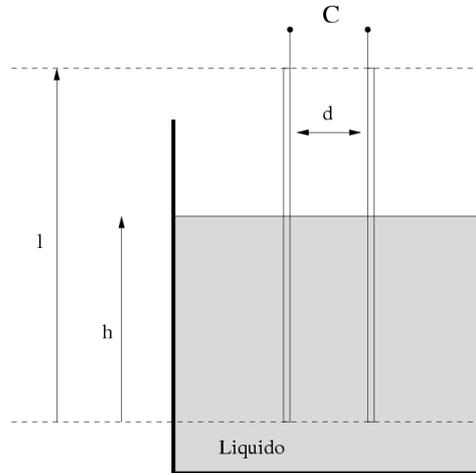

Figura 1: Sensor de nível usando a capacitância C obtida com duas placas paralelas.
2. Uma forma de medir nível de líquidos não-resistivos é através do uso de um sensor de placas paralelas, mostrado na Figura 1. A capacitância do sensor relaciona-se com o nível do líquido h por